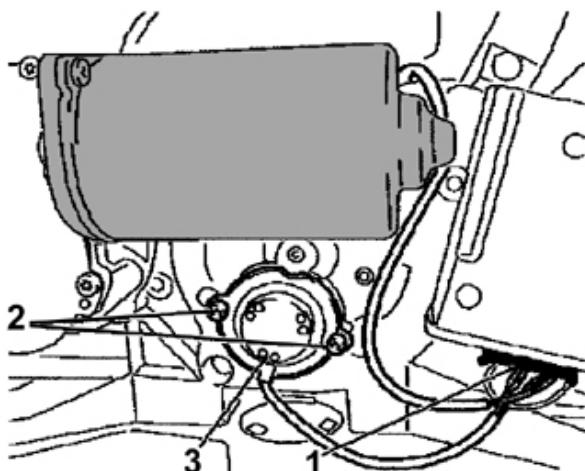

Fig. 1
- Desmontar el potenciómetro. Para ello, extraer el conector del cable F9 □ 34 (véase fig. 1, punto 1). A continuación, desmontar los tornillos (véase fig. 1, punto 2) y extraer el potenciómetro (véase fig. 1, punto 3).